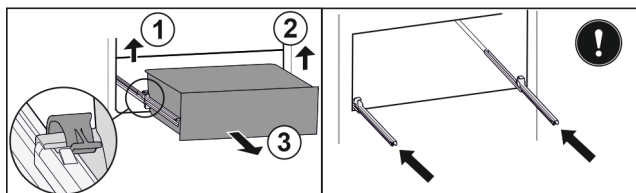

Fig. 103
- Sollevare il morsetto sinistro e allo stesso tempo tirare in avanti il cassetto sinistro. Fig. 103 (1)
- Sollevare il morsetto destro e allo stesso tempo tirare in avanti il cassetto destro. Fig. 103 (2)
- Rimuovere il cassetto tirandolo in avanti. Fig. 103 (3)